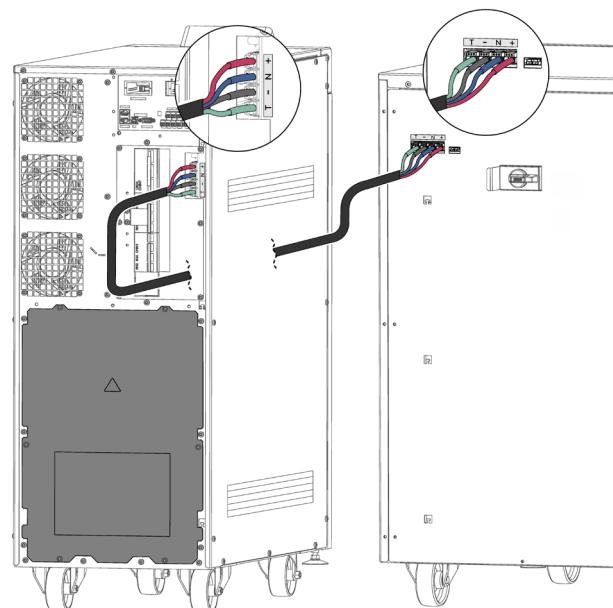
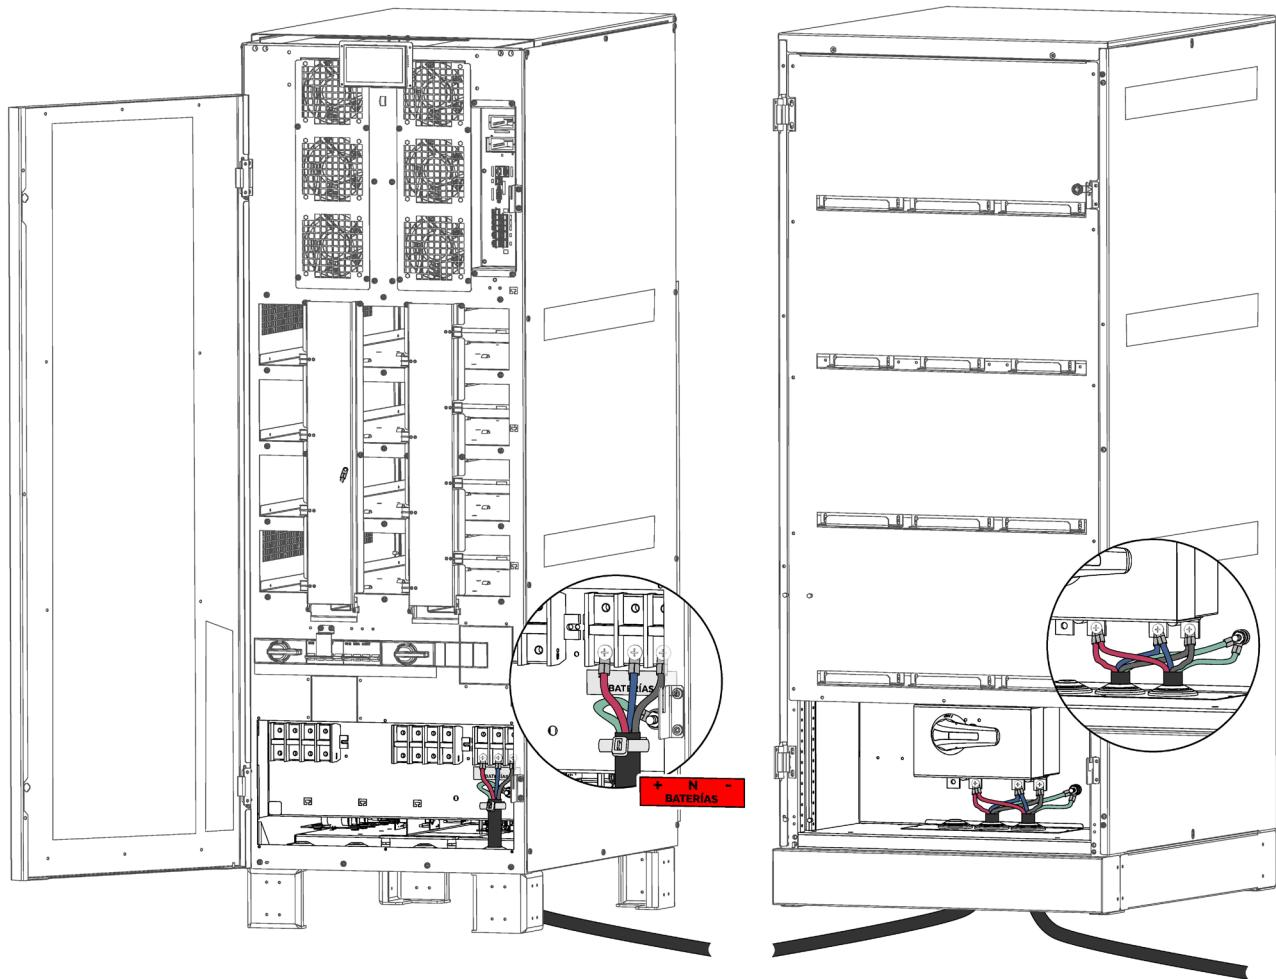

Fig. 48. Conexión entre el SAI y un armario de baterías para equipos 30-40 kVA.
Fig. 49. Conexión entre el SAI y un armario de baterías para equipos 50-80 kVA.
- La conexión del armario de baterías con un SAI modelo B1, se realizará mediante la manguera de cables que se suministra conectando un extremo a los bornes del SAI y el otro a los bornes del módulo de baterías, respetando la polaridad indicada en el etiquetado de cada elemento y en este manual. Respetar conexión por colores de cables: un color de positivo del SAI a positivo del armario de baterías; otro color de negativo del SAI a negativo de baterías; otro color de neutro del SAI a toma media de baterías (N). Usar cable verde-amarillo para interconectar las tomas de tierra, ver Fig. 48 y Fig. 49.